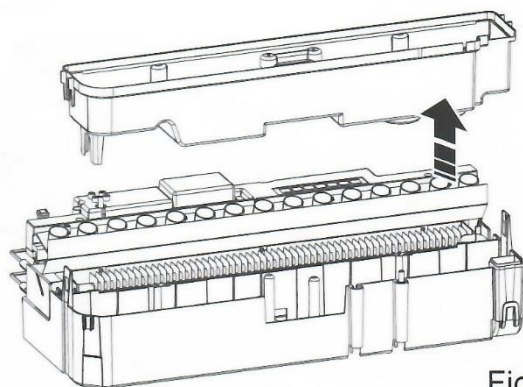

Fig 33
6. Til het waterreservoir (grijs) voorzichtig op (fig. 33) en zorg ervoor dat hij waterpas blijft, zodat u geen water morst. Plaats hem in de gootsteen.